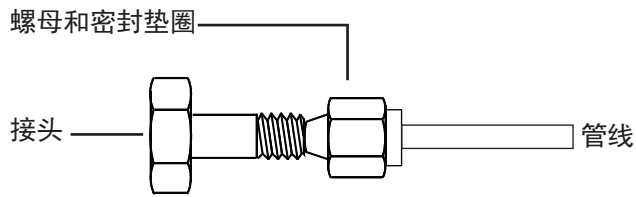

图 21. 组装接头
- 2 将管线推向底座，直到它牢固地抵在接头的肩部，并确保前密封垫圈接触到接头。将 Swagelok 螺母滑到密封垫圈上，并将其旋到接头上（图 21）。